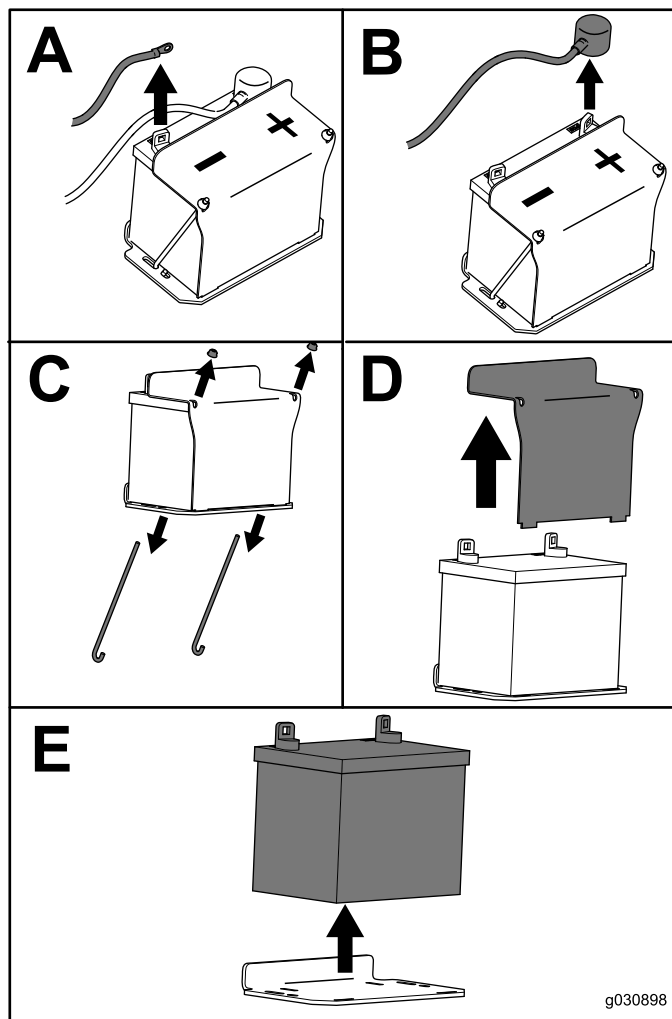

Figura 47
3. Remova a bateria como se mostra na Figura 47.